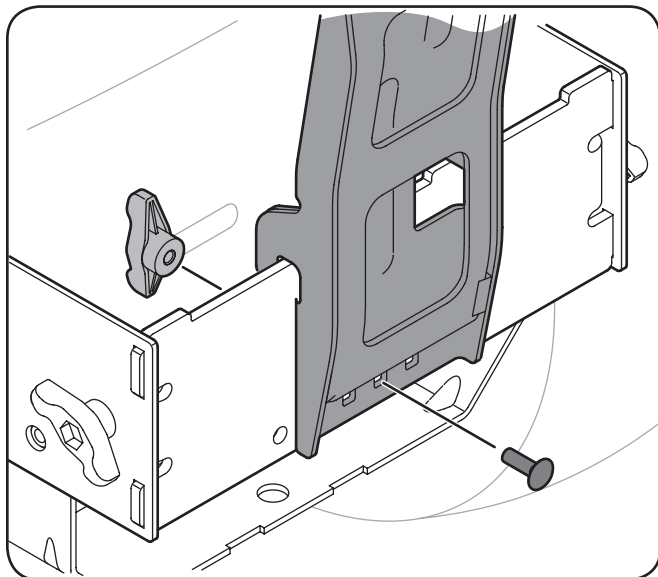

Figura 4-10
3. Fije la unidad de soporte de bolsas a la unidad de montaje con un perno de carro (710-0276) y perilla de aleta (720-04122) del paquete de elementos de ferretería 689-00328A. Consulte la Figura 4-10.